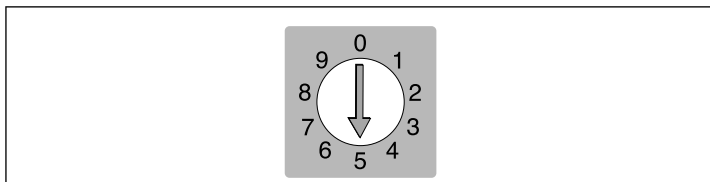

Abb. 4: SCSI-Adressenwählschalter
- A SCSCI-Adressenwahlswitch:** Um eine Adresse zuzuweisen, nehmen Sie einen Schraubendreher und richten den Pfeil auf eine Adressennummer. Verwenden Sie nur die Zahlen +0, 1, 2, 3, 4, 5 oder 6. Verwenden Sie nicht die Zahlen 7, 8 oder 9. Eine ausführliche Darstellung finden Sie in Abbildung 4.
4. **WICHTIG:** Auf der Rückseite des Scanners ist eine kleine Wählscheibe zur Einstellung der SCSI-Adresse des Scanners (siehe Abbildung 4). Achten Sie darauf, daß jedem Gerät in der SCSI-Kette eine andere SCSI-Adresse zugewiesen wurde. Passen Sie gegebenenfalls die Wählscheibe mit einem kleinen Schraubendreher an, um eine neue Adresse für den Scanner einzustellen. Verwenden Sie nur die Zahlen +0, 1, 2, 3, 4, 5 oder 6. Verwenden Sie nicht die Zahlen 7, 8 oder 9.